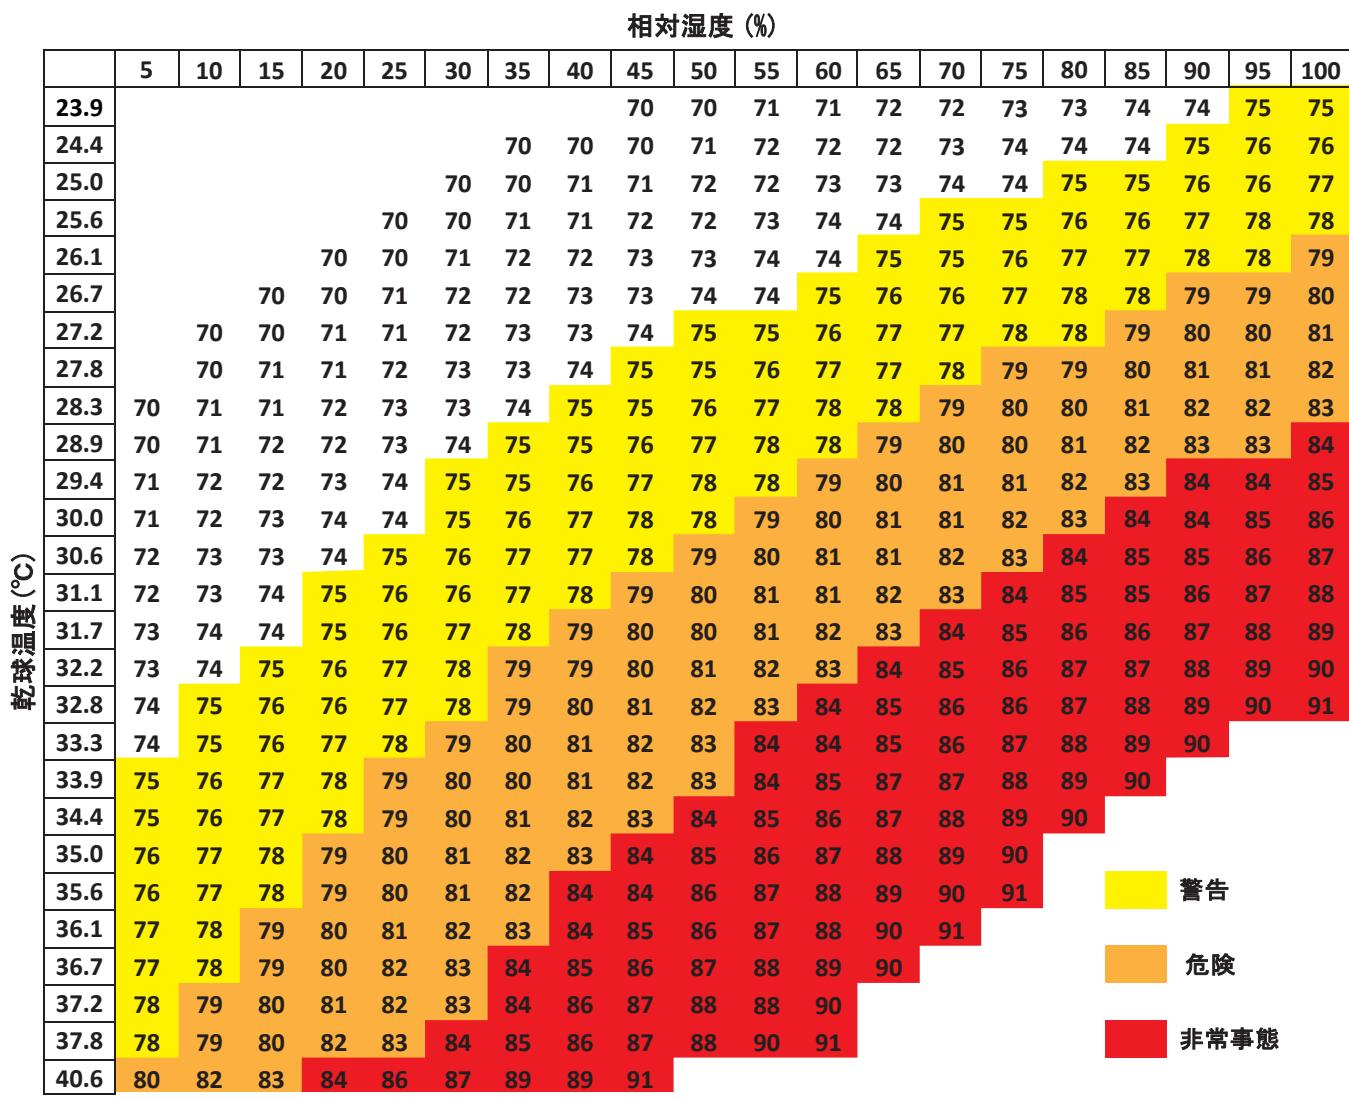

図 8.1: 温度・湿度指数(THI)に基づく家畜の危険温度指数
- もし家畜の危険温度指数が77以上であれば、農場を出る前に豚や土台を濡らすためにスプリンクラーやホースを使用しましょう（図8.1）